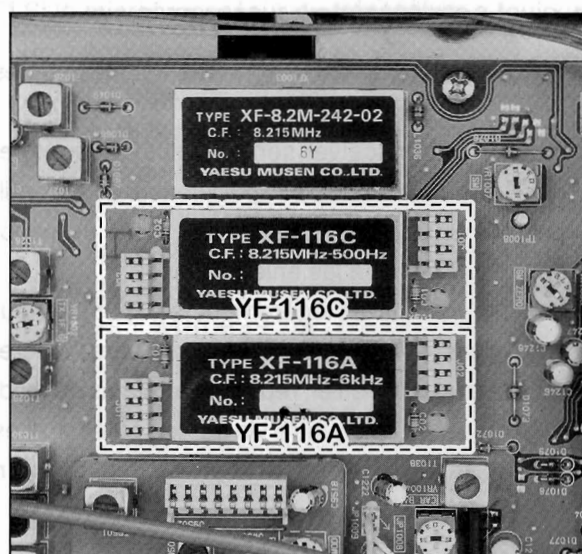

Figure 3
- ③ Référez-vous à la Figure 3, et pressez la carte filtre optionnelle sur les pins correspondant à son emplacement de montage dans le poste. Pressez doucement la carte jusqu'à ce qu'elle soit fermement maintenue par son connecteur.
- ④ Remettez le capot inférieur du transceiver.
- ⑤ Allumez le transceiver, et activez le mode Menu. selon le tableau ci-dessous, changez le réglage du Menu U-69 à "ON" si vous installez le filtre CW YF-116C, et/ou changez le réglage du Menu U-70 à "ON" si vous installez le filtre AM YF-116A.
- ⑥ L'installation du filtre est maintenant achevée.